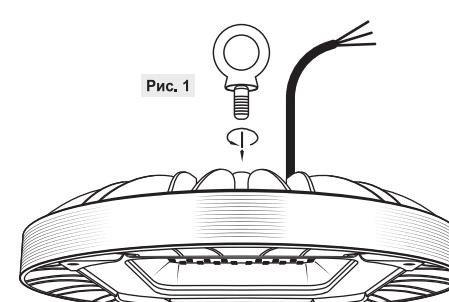

Рис. 1
3. Установите светильник при помощи специального крепления (рычаголба), входящего в комплект поставки (Рис. 1).